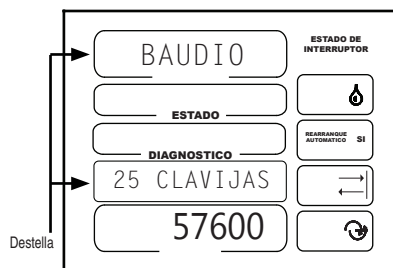

Figura 52-1
Los ajustes incluyen 300, 1200, 2400, 4800, 9600, 19200, 38400, 57600 y 115200 baudios. El ajuste predeterminado es 57600 baudios. Vea la Figura 52-1.
1. BAUDIOS 25 CLAVIJAS debe estar destellando. Vea la Figura 52-1.